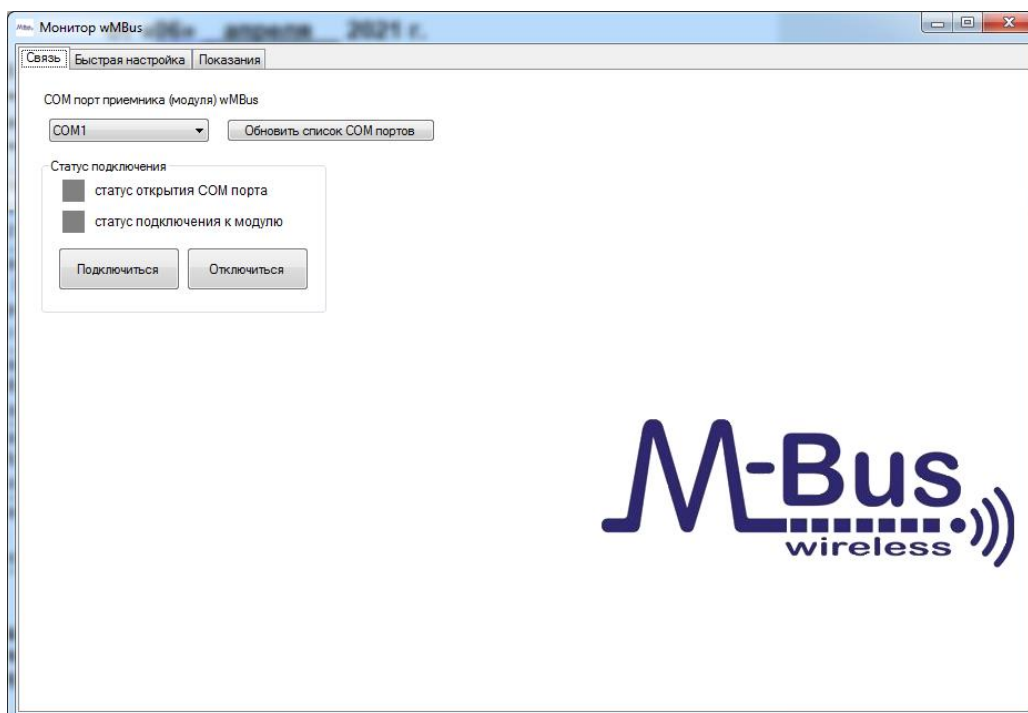

Рис.4. Основное окно программы «Монитор wMBus»
- 5.4.2. Запустить на компьютере файл «WMBus_monitor.exe». На мониторе ПК откроется основное окно программы (см. рис.4):